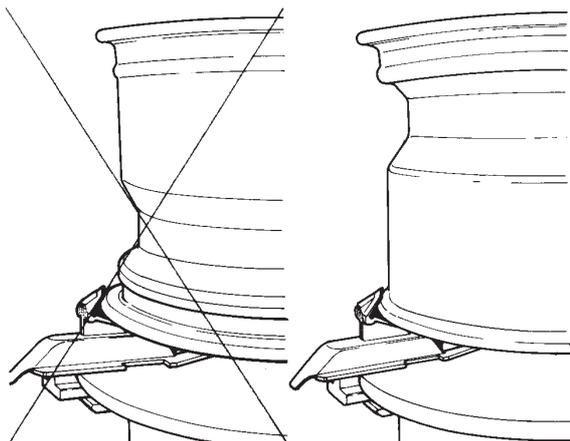

Fig.16
Place the wheel **WITH DROP CENTER UP** (Fig.16) on the turntable, and clamp in position. Hold the tire and wheel down while clamping.
D. Lubrifier abondamment le talon et la jante. Positionner la roue sur l'autocentreur **AVEC LE CREUX DE LA JANTE VERS LE HAUT** (Fig. 16) et la bloquer. Maintenir la pression vers le bas sur la roue pendant qu'elle est bloquée.